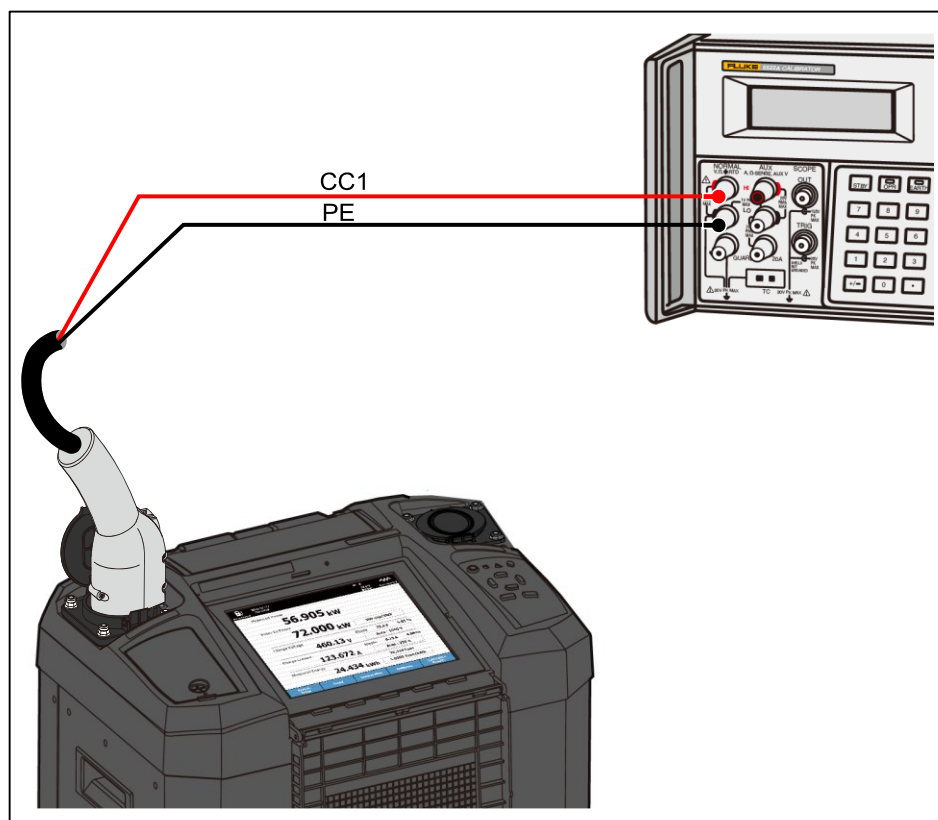

图 7. L_CC1 校准配置
1. 产品屏幕上提示“请连接直流电压源到左充电座 CC1/PE 信号端”时，按图 7 所示，将产品左侧充电座接口的 CC1 和 PE 端子分别连接到多功能校准器(Fluke 5522A)的 HI 和 LO 电压输出端子。